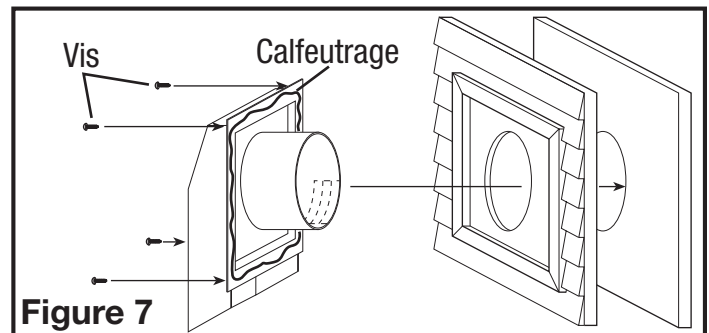

Figure 7
10. Sur la bride intérieure du châssis, appliquer une quantité généreuse de calfeutrage et installer le châssis au travers du trou et sur les bandes de gainage et serrer en place avec des vis ou des clous (non-compris) au travers des trous pré-perçés sur les quatre coins du châssis. Sceller la bride avec du calfeutrage à l'endroit où le châssis rencontre le mur (**Figure 7**).